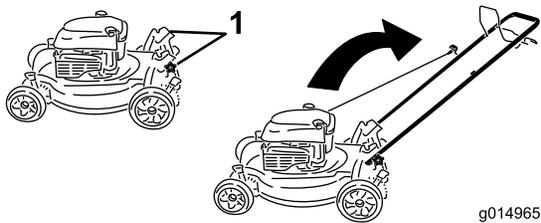

Figura 3
1. Retire los pomos del manillar de la carcasa del cortacésped (Figura 3).
1. Pomo del manillar (2)
3. Instale y apriete los pomos del manillar que retiró en el paso 1 (Figura 3)